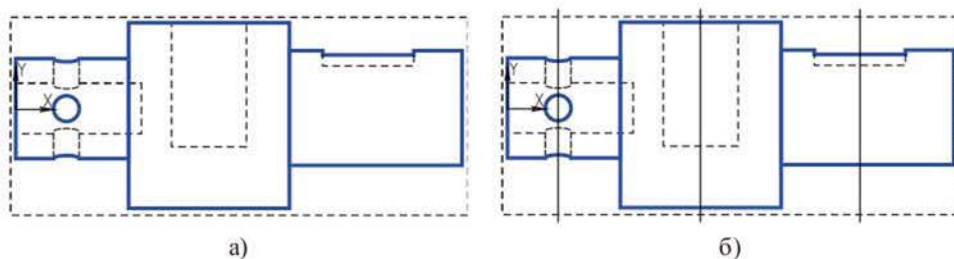

Рисунок 7.17 Главный вид детали «Вал» (а);
11. Создать документ *Чертеж* форматом А3 горизонтальной ориентации. Для автоматической генерации видов с 3D-модели выбрать *Виды – Стандартные виды* . В предложенной системой схеме видов оставить только главный вид с невидимыми линиями (для этого на вкладке *Линии Панели свойств* включить кнопку *Показывать невидимые линии*). Нажать ОК и разместить вид (рисунок 7.17 а) в верхней части чертежа слева.
12. С помощью вспомогательной *Вертикальной прямой*  наметить секущие плоскости (рисунок 7.17 б).